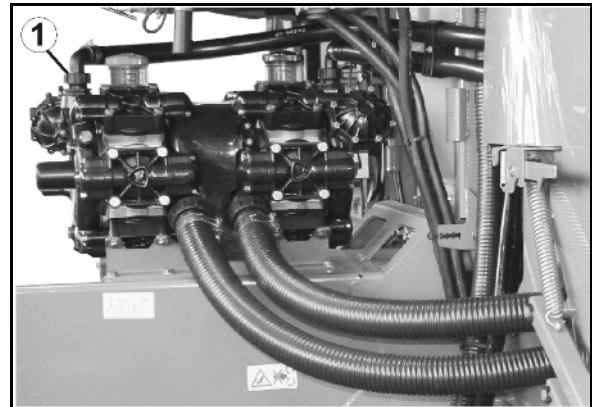

Fig. 157
1. Løsn omløbermøtrikken (Fig. 157/1).